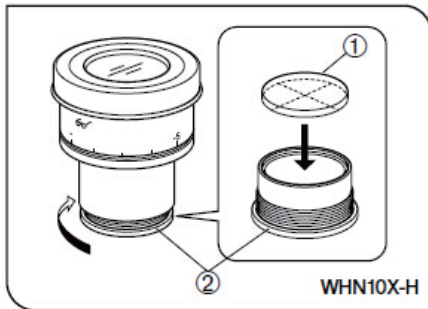

图 11
### 2 安装目镜测微尺 (图 11 和 12)
按照图 11 所示，按箭头方向转动已安装的测微尺框架②，将其从目镜上卸下，并将一个测微尺①放入框架中，使带刻字的表面朝下。